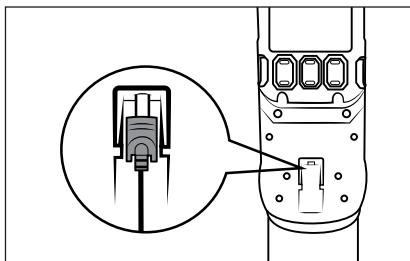

Fig. 8
- Støvsugerden kan også oplades direkte med netadapteren **9**. Tag hulstikket **10** ud af vægholderen **17** med en let drejning, og sæt det ind i ladestikket **2** på produktet (se fig. 8).